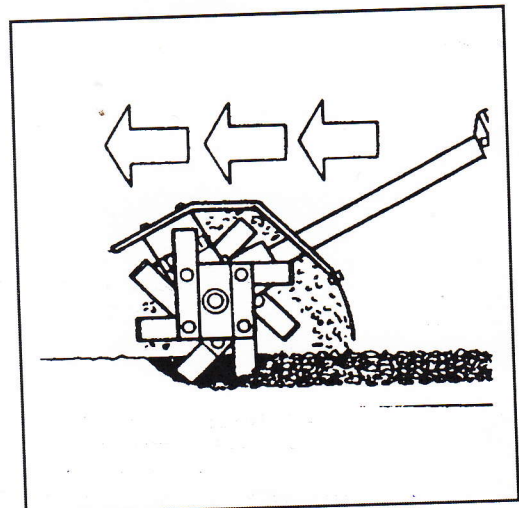
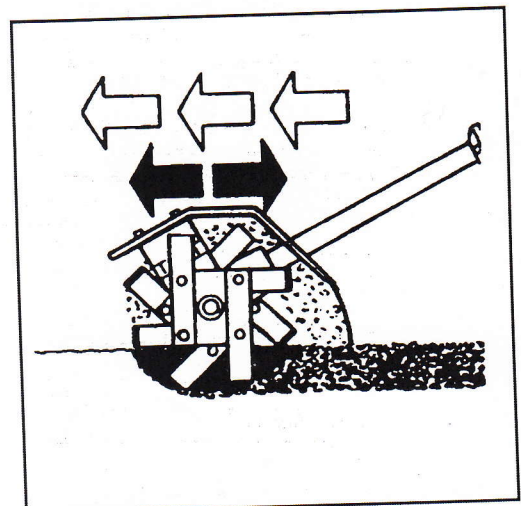

Fig. 5
Fig. 6
- Для нглубокой обработки почвы быстро прдвигайт культиватор по участку (Рис.5). Наоборот, для глубокой обработки двигайтесь мдлнн и подольш стойт в одной и той ж точк, прмщая культиватор взад-впрд.
- Do spulchniania gleby na niewielkiej głębokości, należy szybko przesuwac kultywator po terenie (Rys. 5). W celu głębokiego zruszenia ziemi należy pracować powoli oraz zatrzymywać się na dłużej w danym miejscu przesuwając kultywator do przodu i do tyłu (Rys. 6).